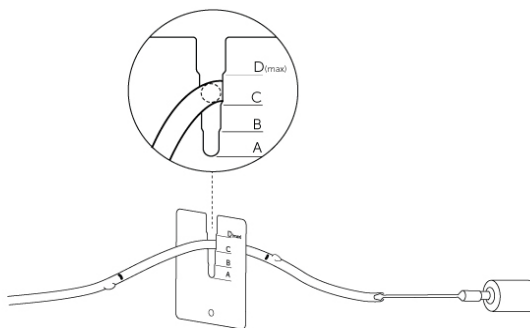

Figure 2; Рисунок 2
3.7 Используйте инструмент для выбора модели устройства FRAME для того, чтобы определить, использование какой модели FRAME даст наиболее точное совпадение с внешним диаметром вены. Существует четыре разных модели устройства FRAME с обозначениями A, B, C и D, соответствующие диаметрам трансплантата, как указано в таблице ниже. Поместите желобок инструмента для выбора модели под вену, находящуюся под небольшим давлением, и дайте ей соскользнуть вниз по желобку. Вена остановится в промежутке, соответствующем наиболее подходящей к ее внешнему диаметру модели (Рисунок 2).